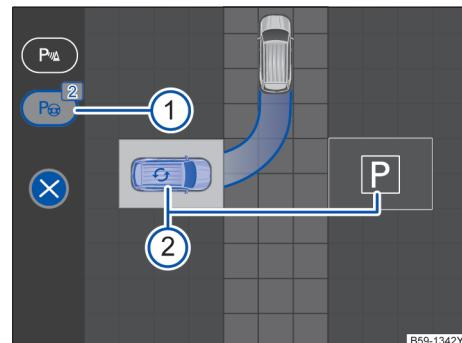

图 167 组合仪表显示：显示泊车模式（示意图）
组合仪表显示：显示泊车模式→图 167：
- 智能泊车辅助系统自动选择一个停车位，并在信息娱乐系统中作为首选停车位（蓝色车辆）显示→图 167 ②。
- 在信息娱乐系统屏幕上点击所需的停车位→图 167 ②。
- 点击符号 →图 167 ②。
**●** 如果未激活智能泊车辅助系统，则必要时在泊车雷达系统的屏幕显示中显示识别到的停车位→图 167 ①
- ① 要求向前行驶
- ② 本车
- ③ 识别到的车位
- ④ 制动要求
- ⑤ 要求倒车（带有进度显示）
- ⑥ 进度条（剩余相对距离）
无论选择何种泊车模式，智能泊车辅助均可被激活，并自动显示当前停车位→图 167 ①。